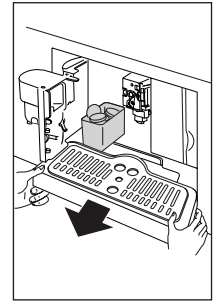

Fig. 24
- Retire la bandeja de goteo y el recipiente de posos (Fig. 24).